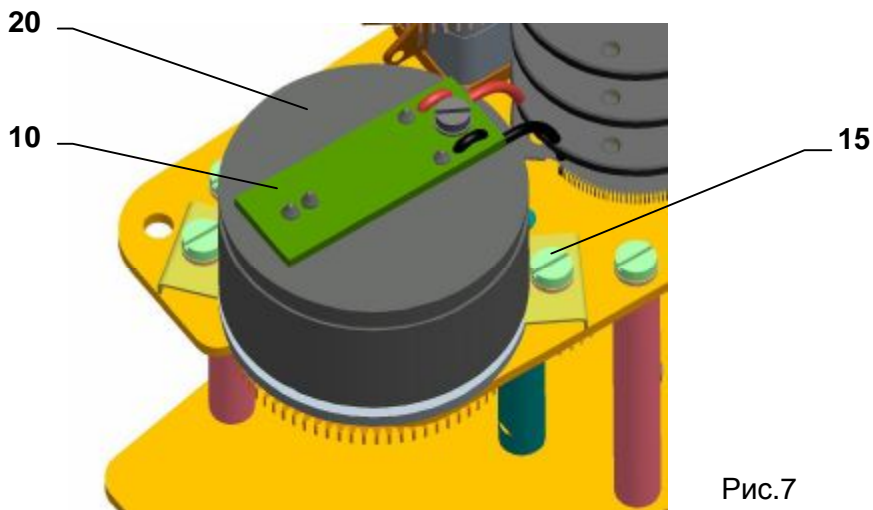

Рис.7
4.5 Установка емкостного датчика) СРТ1/А (рис.7)